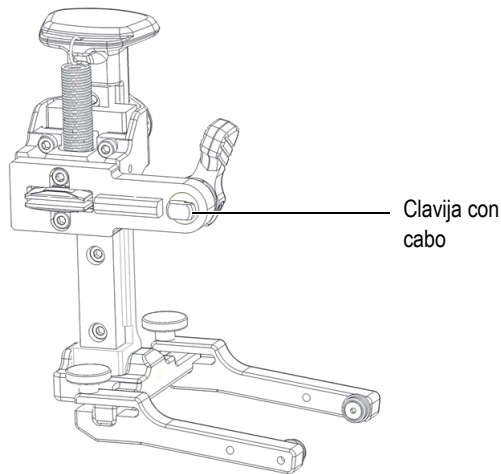

Figura 2-5 Bordes planos alineados de forma horizontal
1. Con la palanca de posicionamiento, alinee la posición de la clavija con cabo de manera que los bordes planos se alineen de forma horizontal (ver Figura 2-5 en la página 44).